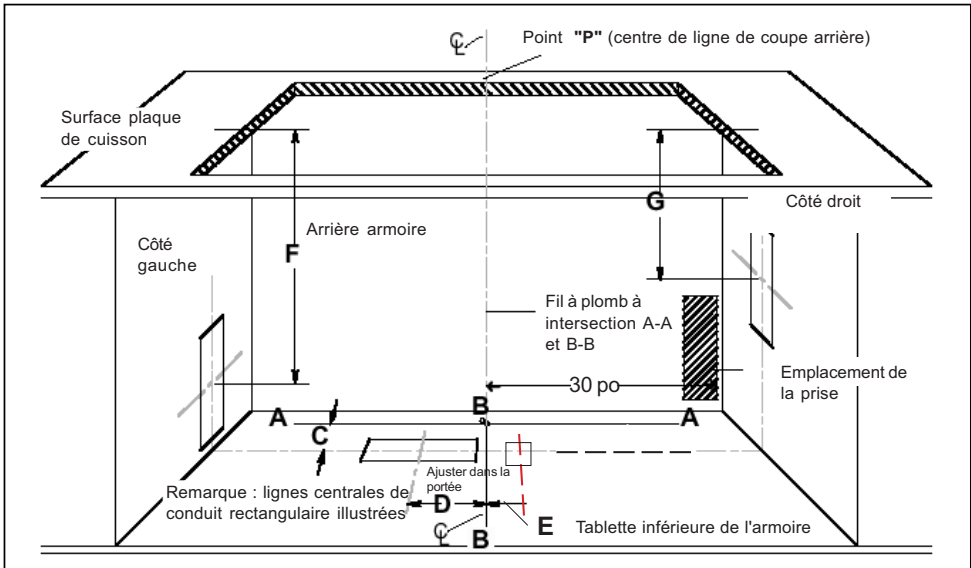

Fig. 9
- Voir figure 9. Tirer une ligne du point P au centre arrière de la découpe du plan de travail. Marquer ce point au bas de l'armoire en dessous. Établir deux lignes de références par ce point ; un doit être parallèle au devant de l'armoire et directement sous la découpe du plan de travail arrière et l'autre (ligne B-B) doit être à angle droit A-A.
La prise doit être située sous le plan de travail afin que le cordon d'alimentation de 30 po depuis l'évent puisse l'atteindre. Voir figure 9. Le cordon doit être acheminé sous l'appareil et loin de la chaleur générée par la plaque de cuisson. L'accès ne doit pas être obstrué par la soufflerie, armoire, conduit ou services électrique/gaz pour la plaque de cuisson. Toute l'alimentation pour le système d'évent incluant la soufflerie à distance, si utilisée, est fournie par le cordon à l'appareil d'entrée. La sortie peut habituellement être allongée depuis une autre prise de la cuisine ou avoir sa propre prise depuis le panneau de service principal.